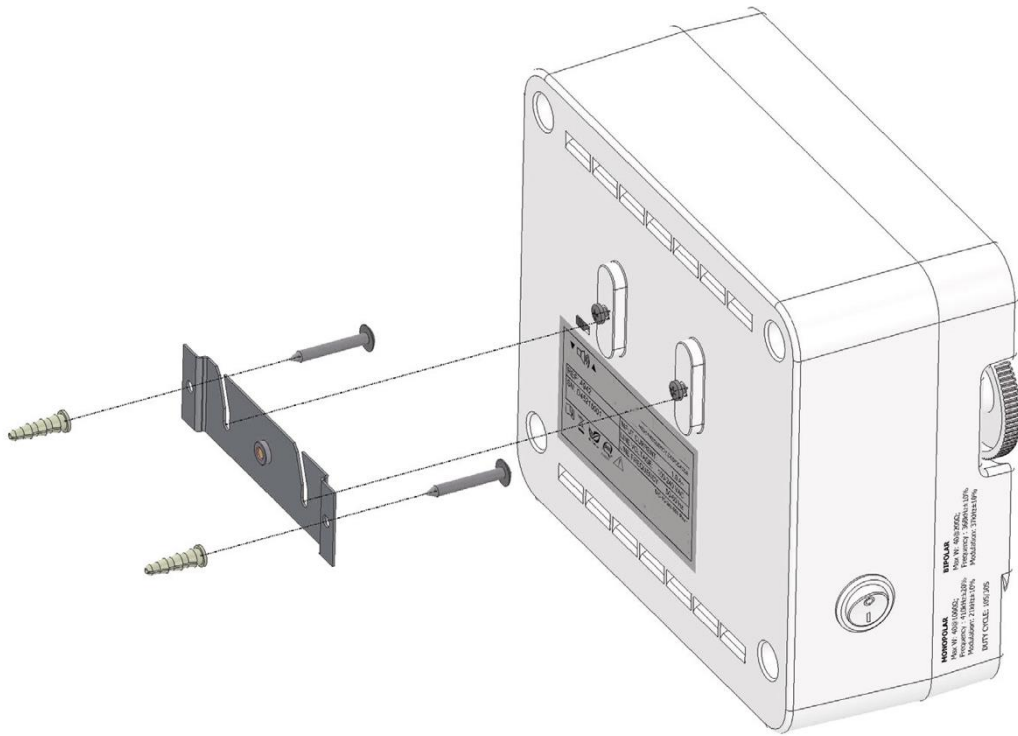

Abbildung 1
1. Montieren Sie den Bovie® DERM 941/942 mit Hilfe des Montagesatzes an der Wand oder auf dem mobilen Ständer, der nach Wunsch zusätzlich bestellt wird, indem Sie (siehe Abbildung 1). Die Einheit darf nicht in der horizontalen Position benutzt werden, da Flüssigkeiten leicht in die Einheit gelangen könnten.